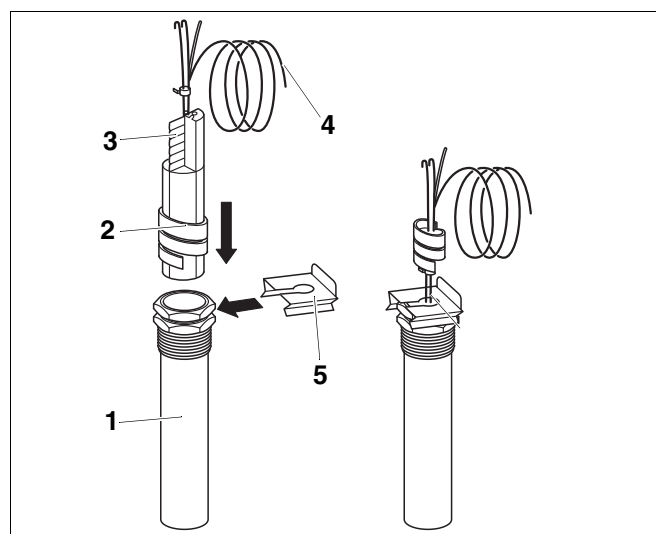

Рис. 17 Гильза и датчик температуры
- Вставьте температурный датчик до упора в гильзу (Рис. 17, **поз. 1**).
- Пластмассовая спираль (Рис. 17, **поз. 2**) автоматически сдвигается назад.
- Компенсационная пружина (Рис. 17, **поз. 3**) должна быть вставлена в гильзу (Рис. 17, **поз. 1**).
- Наденьте фиксатор датчика (Рис. 17, **поз. 5**) (поставка с системой управления) сбоку или сверху на оголовок гильзы (см. стрелку).